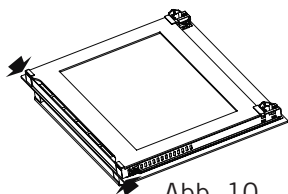
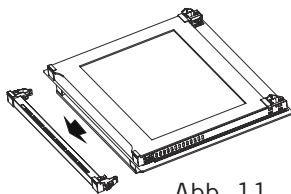
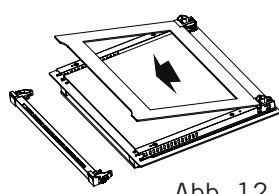

Abb. 10
Abb. 11
Abb. 12
1. Drücken Sie auf die Kunststoffverschlüsse links und rechts, wie in Abbildung 10 gezeigt und heben Sie das Profil an, indem Sie es wie in Abbildung 11 gezeigt zu sich ziehen. Das Glas wird frei, nachdem das Profil wie in Abbildung 12 gezeigt, entfernt wurde. Ziehen Sie das frei gewordene Glas vorsichtig zu sich heran. Wenn nötig, kann auf die gleiche Weise auch das mittlere Glas entfernt werden. Das äußere Glas ist am Ofentürprofil befestigt. Sie können die Gläser leicht reinigen, nachdem sie getrennt wurden. Sobald die Reinigung und Wartung abgeschlossen ist, können Sie die Gläser und das Profil austauschen, indem Sie den Entfernungsvorgang in umgekehrter Reihenfolge durchführen. Stellen Sie sicher, dass das Glas in der richtigen Richtung eingesetzt ist und das Profil richtig sitzt.